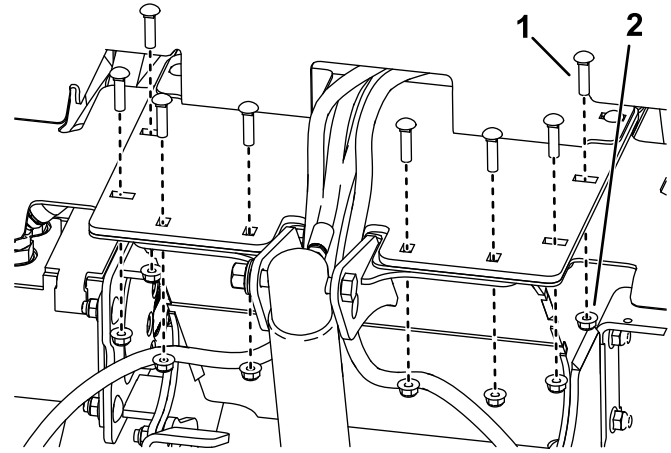

Figura 1
1. Retire y guarde las fijaciones que sujetan la parte delantera de la chapa de la carcasa, como se muestra en la Figura 1.